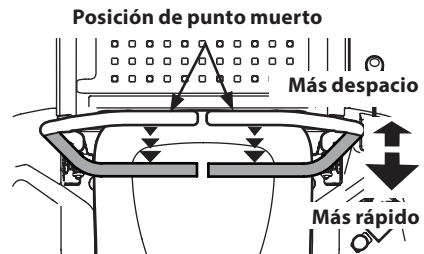

Figura 26
1. Mueva las dos palancas de control de la transmisión de barras de seguridad lenta y uniformemente hacia atrás. El tractor comenzará a moverse hacia atrás. Consulte la Figura 26.